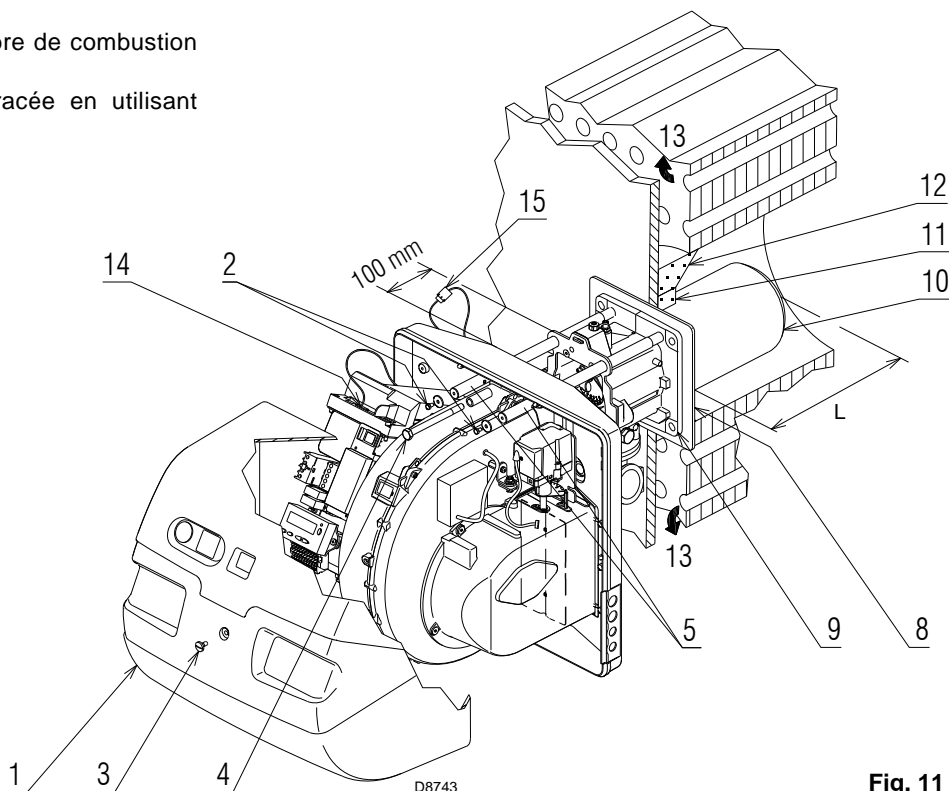

Fig. 11
Pour les chaudières avec circulation de fumées sur l'avant (13), réaliser une protection en matériau réfractaire (11), entre réfractaire chaudière (12) et buse (10). La protection doit autoriser l'extraction de la buse. Voir Fig. 11.
Séparer ensuite la tête de combustion du reste du brûleur, Fig. 11.
Fixer la bride 9)(Fig. 11) à la plaque de la chaudière en interposant l'écran isolant 8)(Fig. 11) fourni avec l'équipement.
- remonter le brûleur sur les glissières 3) à 100 mm environ du manchon 4) - brûleur dans la position illustrée dans la Fig. 11;
- brancher la fiche du servomoteur 14)(Fig. 11) et visser le passe-câble 15)(Fig. 11);